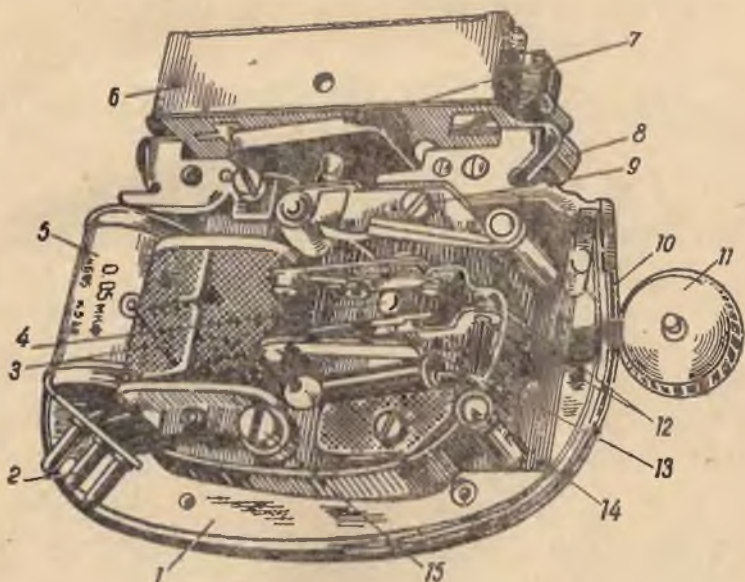

Рис. 17. Устройство бритвы «Нева»:
К ним относятся бритвы «Нева» и «Нева-3» (рис. 17).
1. При включении в сеть бритва не работает. Проверку начинают со шнура. Сняв крышку корпуса, проверяют омметром или пробником последовательно все детали электрической схемы бритвы (рис. 17а), а именно: катушки, резисторы и конденсатор.
Рис. 17а. Электрическая схема бритвы «Нева»